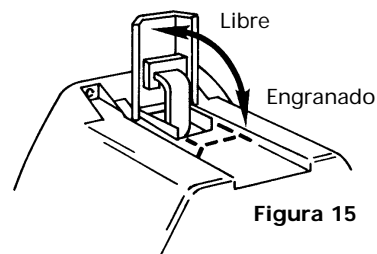

Figura 15
Levante la palanca de embrague a la posición «Free» (Libre) como se muestra en la Figura 15. Si hay una carga en el cable de alambre, es posible que la palanca de embrague no gire fácilmente. NO FUERCE LA PALANCA DE EMBRAGUE. Suelte la tensión sobre el cable de alambre, sacando lentamente un poco de cable de alambre. Suelte el embrague, saque el cable de alambre y asegúrelo al anclaje o a la carga. Revise que queden por lo menos cinco (5) vueltas de cable de alambre en el tambor. Vuelva a embragar el tambor devolviendo la palanca de embrague a la posición de «Engaged» (Engranado) (ver la Figura 15).